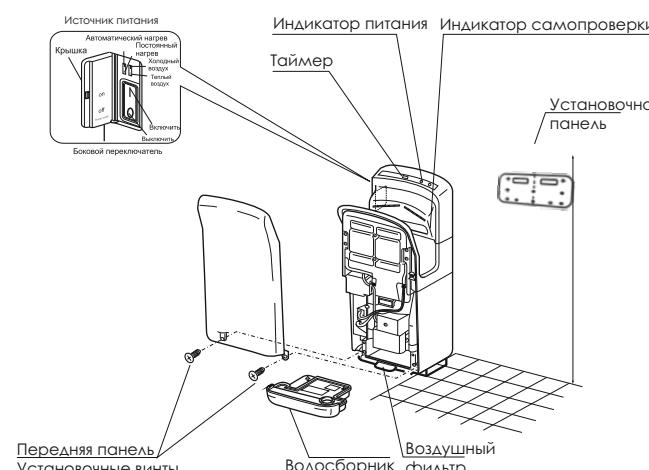

Рисунок 3
3. Прикрепите установочную панель к стене при помощи шурупов, входящих в комплект поставки (Рисунок 3).